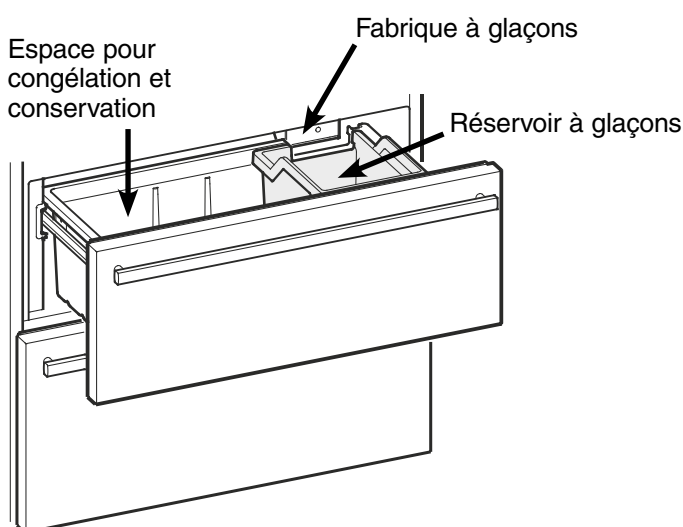

Figure 22
## Description du compartiment congélateur - Figure 22
- La fabrique à glaçons ne peut fabriquer des glaçons que si le tiroir supérieur du compartiment congélateur est complètement fermé et le réservoir à glaçons correctement installé (**Figure 22**).
- Pour finir, nettoyer le réservoir à glaçons (**Figure 22**).
Les glaçons tombent de la fabrique à glaçons dans le réservoir à glaçons (**Figure 22**). À partir d'une certaine quantité, la production de glaçons s'arrête automatiquement. La fabrique à glaçons ne remplit pas entièrement le réservoir.
S'assurer que le tiroir supérieur du congélateur est complètement fermé et que le réservoir à glaçons est installé correctement (**Figure 22**).